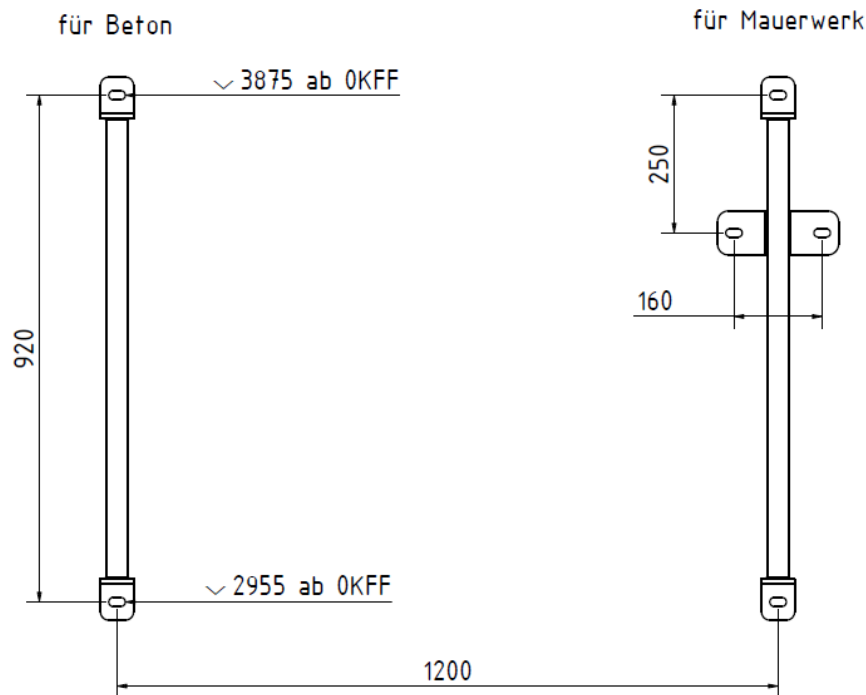

Abbildung 5: Bohrplan
Montieren Sie zuerst die Wandriegel (15) an die Wand, gemäß Bohrplan (Abb.5). Achten Sie darauf, dass der richtige Wandriegel für den richtigen Untergrund verwendet wird. Der Untergrund muss so gewählt werden, dass er Lasten nach DIN 180326 und DIN 7899 aufnehmen kann.